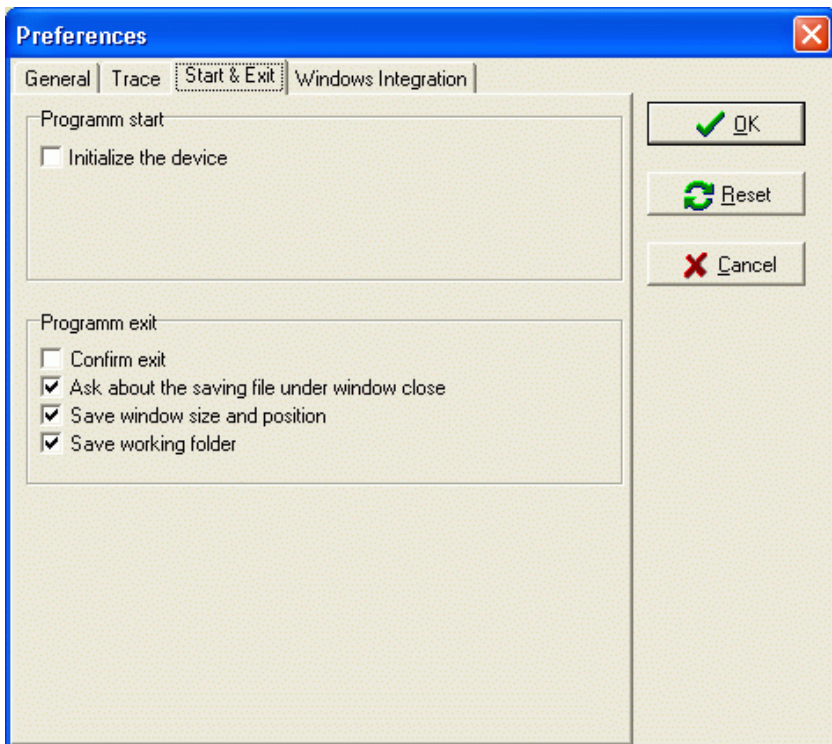

**Figure 4.23**
**b./ Trace tab (Figure 4.23).**